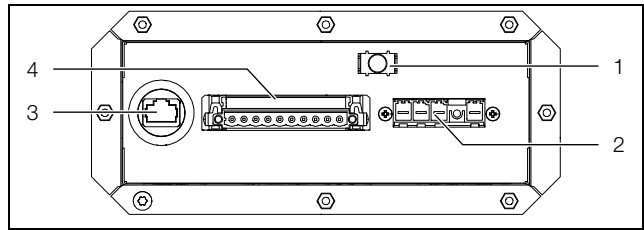

Fig. 33: Scatola di connessione
- La schermatura del cavo può essere collegata ai contatti del morsetto di messa a terra all'interno della scatola di derivazione sull'alloggiamento (fig. 33, pos. 1).